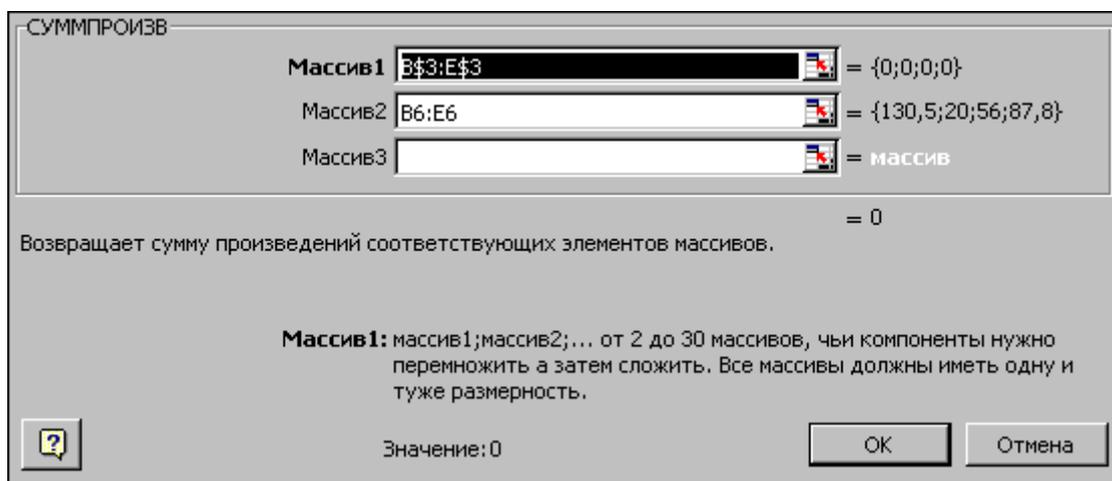

Рис. 1.3. Ввод формулы для расчета ЦФ в окно «Мастер функций»
- в появившемся окне «СУММПРОИЗВ» в строку «Массив 1» введите выражение **B\$3:E\$3**, а в строку «Массив 2» – выражение **B6:E6** (рис.1.3);
- после ввода ячеек в строки «Массив 1» и «Массив 2» в окне «СУММПРОИЗВ» появятся числовые значения введенных массивов (см. рис. 1.3), а в экранной форме в ячейке **F6** появится текущее значение, вычисленное по введенной формуле, то есть 0 (так как в момент ввода формулы значения переменных задачи нулевые).